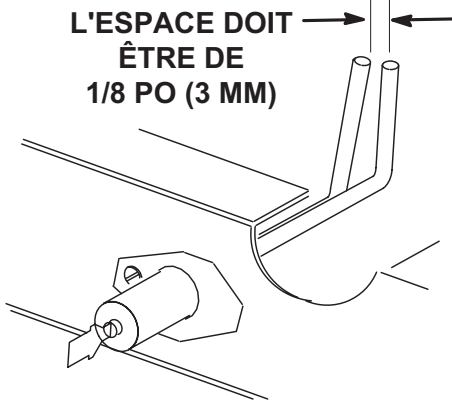

FIGURE 36
- 5 - Localiser l'allumeur sous le brûleur droit. Vérifier l'écartement des contacts à l'aide de mèches hélicoïdales ou de jauges d'épaisseur de la taille appropriée. Voir la FIGURE 36.